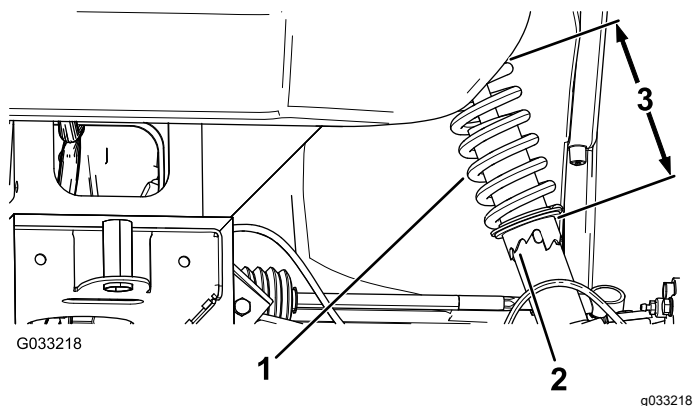

Рисунок 45
2. Если развал не отрегулирован, используйте ключ, чтобы повернуть кольцо на амортизаторе для выравнивания колеса (Рисунок 45).